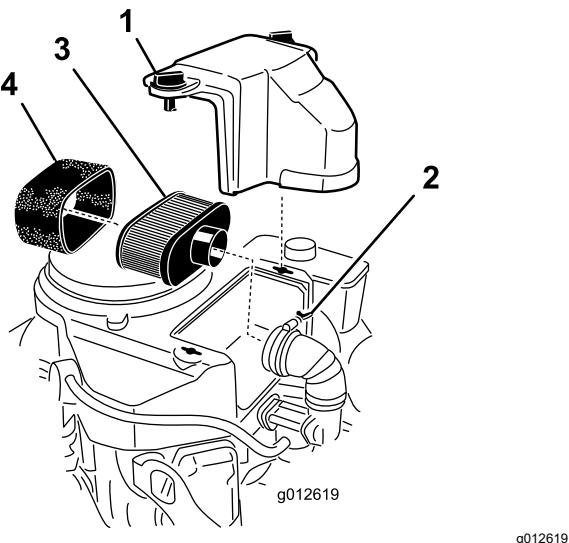

Bild 43
3. Reinigen Sie den Bereich um den Luftfilter herum, um zu verhindern, dass Schmutz in den Motor fällt und Schäden verursacht (Bild 43).
4. Lockern Sie die Handräder der Abdeckung und nehmen die Luftfilterabdeckung ab (Bild 43).
- Lösen Sie die Schlauchklemme und entfernen Sie den Luftfilter (Bild 43).
- Ziehen Sie den Schaumstoffeinsatz vorsichtig vom Papiereinsatz (Bild 43) ab.
- Reinigen Sie den Papiereinsatz durch leichtes Klopfen, um Staub herauszurütteln. Wechseln Sie den Papiereinsatz aus, wenn er sehr schmutzig ist (Bild 43).
- Schieben Sie den Schaumstoffeinsatz vorsichtig auf den Papiereinsatz (Bild 43).
- Schieben Sie den Luftfilter auf das Luftfilterunterteil oder den Schlauch und befestigen ihn (Bild 43).
- Setzen Sie die Abdeckung des Luftfilters auf und ziehen Sie das Handrad der Abdeckung fest (Bild 43).